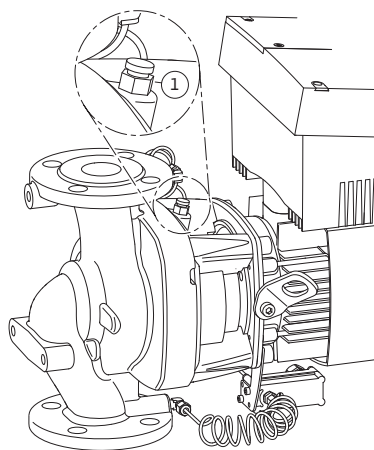

Fig. 45: Valvola di sfiato
- Sfiatare le pompe allentando le valvole di sfiato (fig. 45, pos. 1). Il funzionamento a secco distrugge la tenuta meccanica della pompa. Il trasduttore differenza di pressione non deve essere sfiato (pericolo di distruzione).